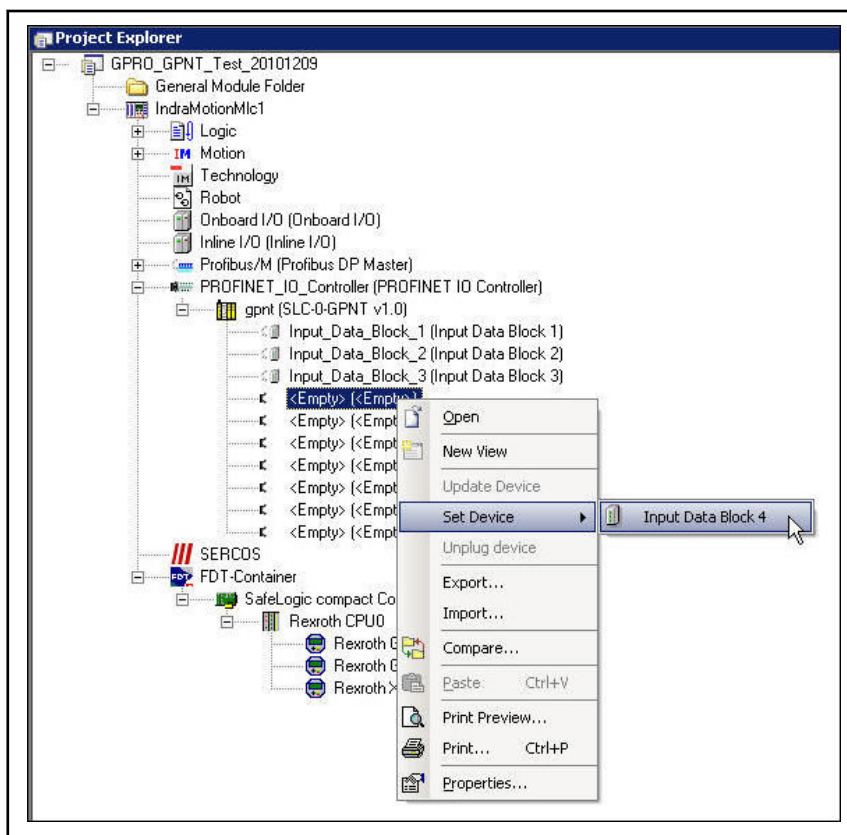

Fig. 5-24: Étude de la passerelle SLC-0-GPNT
Les modules E/S physiques SafeLogic compact ne sont pas représentés comme des modules matériels typiques dans le catalogue matériel Profinet IO. En revanche, les données mises à disposition par le système SafeLogic compact ont été classées en différents blocs de données. Chaque bloc de données représente un module "matériel virtuel" du catalogue matériel Profinet IO. La passerelle Profinet IO GSDML prend en charge dix (10) emplacements (cf. Fig. 5-24 "Étude de la passerelle SLC-0-GPNT" à la page